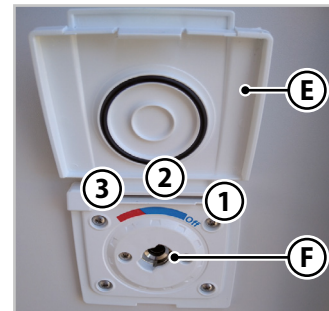

Fig.6.34 - Duschfäste
1. Lyft dörren (**E**-Fig.6.34).
2. Sätt i det medföljande röret i kopplingen (**F**-Fig.6.34).